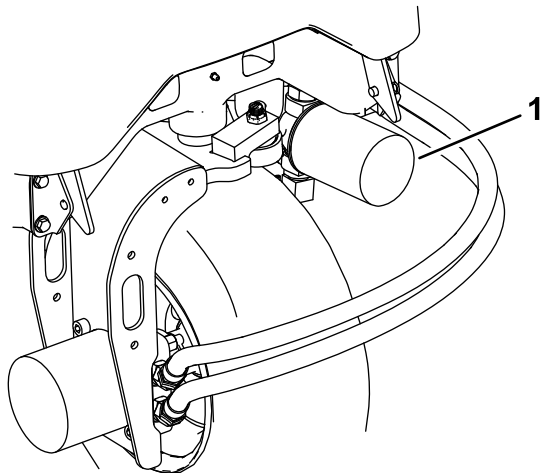
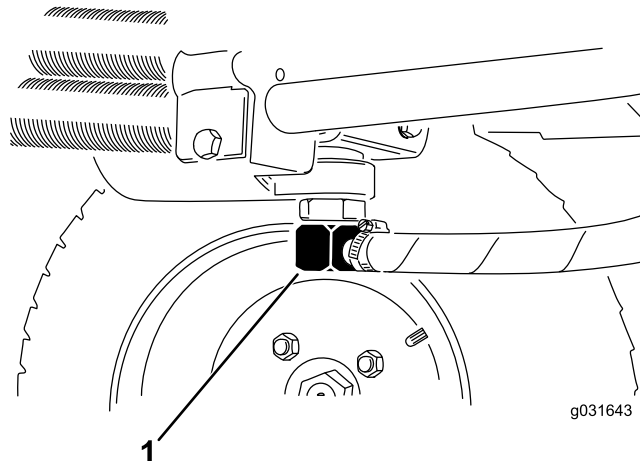

Bild 63
Bild 64
- Reinigen Sie den Anbaubereich des Filters, stellen Sie eine Auffangwanne unter den Filter und entfernen den Filter (Bild 63).
- Klemmen Sie die Hydraulikölleitung ab oder entfernen den Hydraulikölfilter und lassen das Hydrauliköl in ein Auffanggefäß ablaufen (Bild 63 und Bild 64).
- Montieren Sie die Hydraulikölleitung, wenn kein Öl mehr ausströmt (Bild 64).